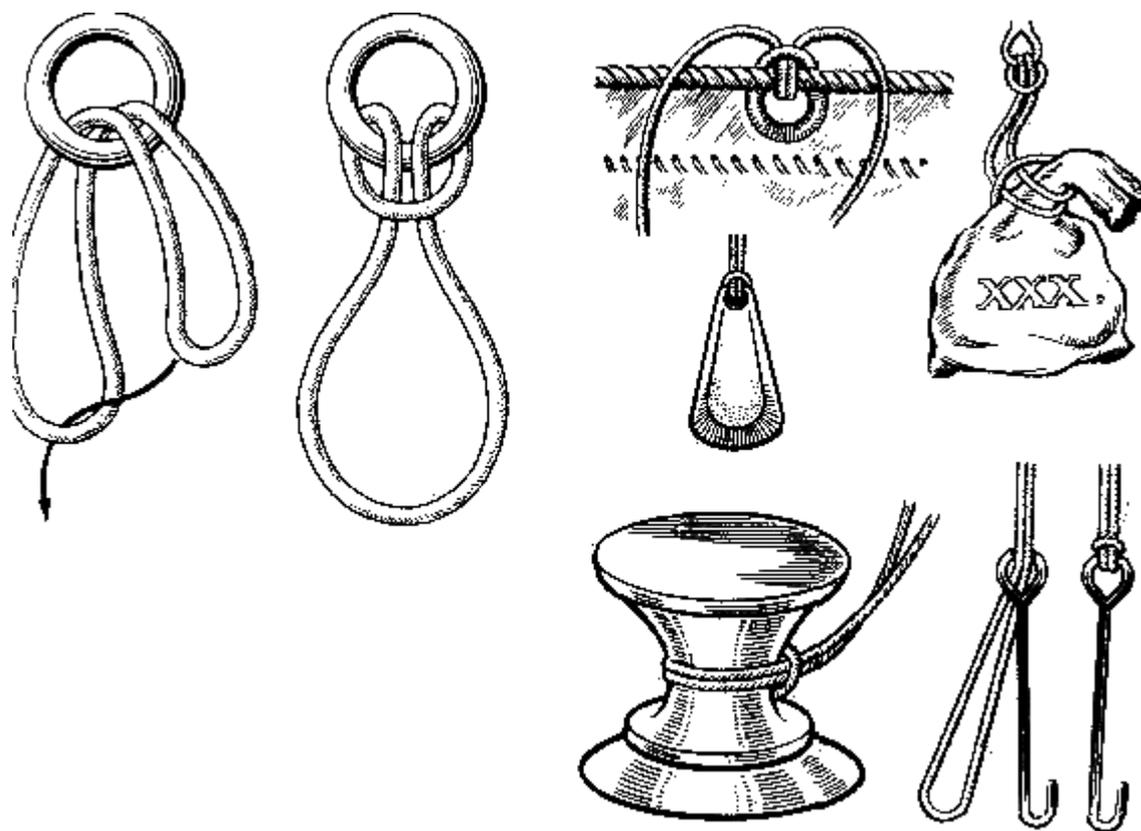

Рис. 47. Глухая петля
**Глухая петля** (рис. 47). Если ходовой и коренной концы коровьего узла (см. рис. 46) соединить вместе и к обоим концам приложить тягу, то полученный таким образом узел уже будет называться глухой петлей. Иногда его называют бирочным узлом, так как им очень удобно пользоваться для связывания вместе ключей, для хранения шайб и других предметов, имеющих отверстие, а также для обтягивания горловины мешка при его завязывании.